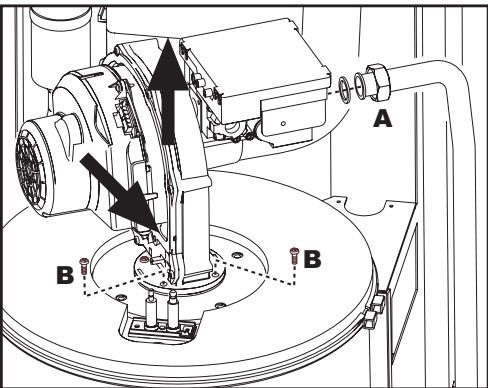
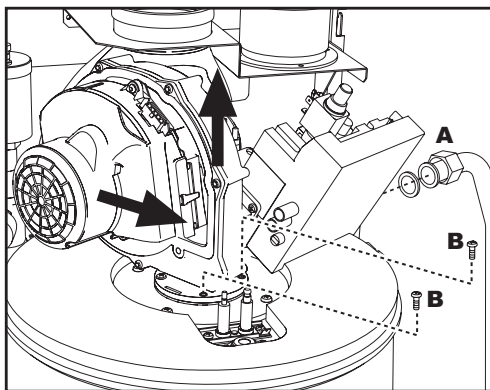

рис. 30 - Модель ENERGY TOP W 70 - W 80
рис. 31 - Модель ENERGY TOP W 125
- Развинтите хомут "А" крепления газового клапана (рис. 30 и рис. 31).
- Открутите два винта "В" и демонтируйте блок вентилятора, как указано на рис. 30 для модели ENERGY TOP W 70 - W 80 и на рис. 31 для модели ENERGY TOP W 125.